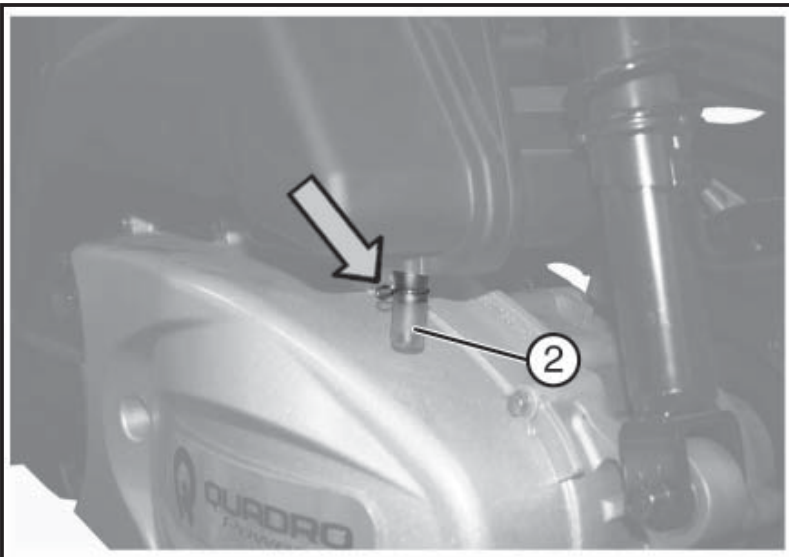

Fig. 02
6.7 RECUPERATION DES VAPEURS D'HUILE (Fig. 02)